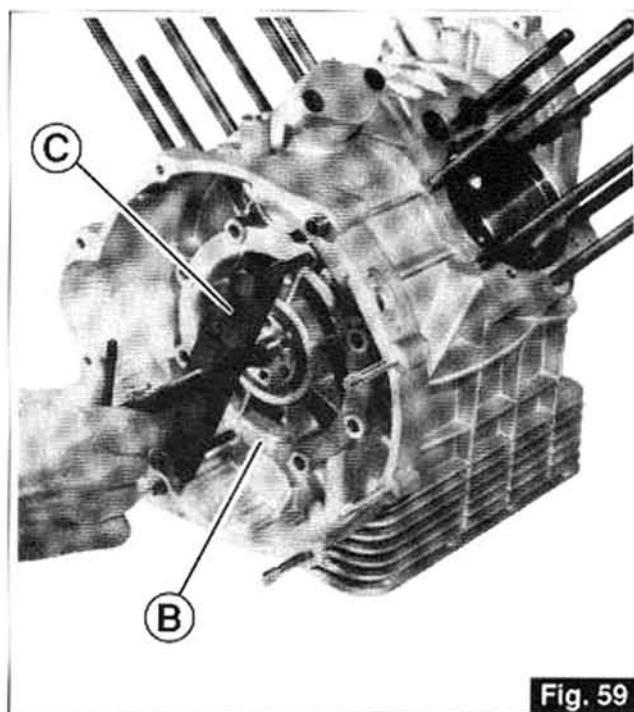

Fig. 59
- Utilisez l'outil «C» (code 12 91 36 00) pour sortir la bride arrière «B», comme indiqué dans la figure 59.
- Zum Auszug des hinteren Flansches «B» das Werkzeug «C» (Kennr. 1291 36 00), sowie auf der Abb. 59 angegeben, anbringen.